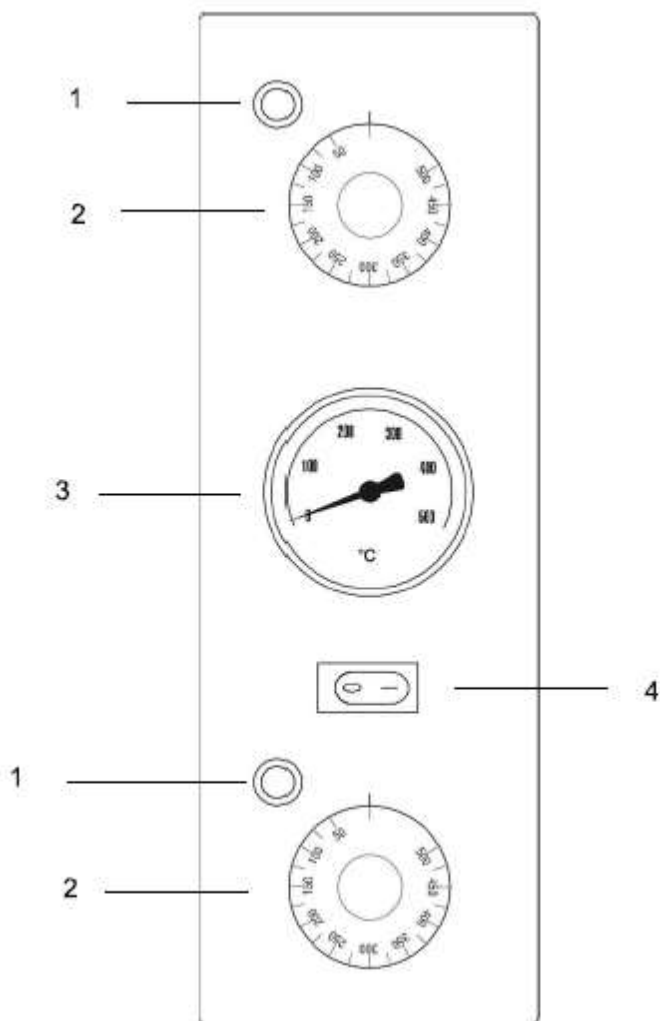

РИС. 7 (Панель управления)
Панель управления расположена на передней стенке печи; различия для отдельных моделей показаны на **РИС. 7**.
ЛЕГЕНДА К РИС. 7
- 3) Включите резисторы, установив на термостатах (**РИС. 7, п. 2**) температуру **150°C**, указанную на шкале ручки. Включатся соответствующие зелёные сигнальные лампы, показывающие, что резисторы работают;
- 5) Выключите резисторы, переведя термостаты (**РИС. 7, п. 2**) в **положение «O»**;
- 7) Снова закройте дверцу и повторите пункт **3**), установив на термостатах (**РИС. 7, п. 2**) температуру **400°C**, указанную на шкале ручки;
- 9) Выключите резисторы, переведя термостаты (**РИС. 7, п. 2**) в **положение «O»**.
- 3) Включите резисторы, установив на термостатах (**РИС. 7, п. 2**) желаемую температуру, указанную на шкале ручки. Включатся соответствующие зелёные сигнальные лампы, показывающие, что резисторы работают;
- 4) Когда печь нагреется до желаемой температуры (см. п. **9**) настоящего раздела), которую показывает термометр (**РИС. 7, п. 4**), можно загружать в печь пиццу для выпекания;
- 6) Чтобы включить свет в выпечной камере, нажмите выключатель подсветки печи (**РИС. 7, п. 5**);
- 1) Выключите печь, переведя переключатели термостатов (РИС. 7, п. 2) и резисторов (РИС. 7, п. 3) в положение «О»;